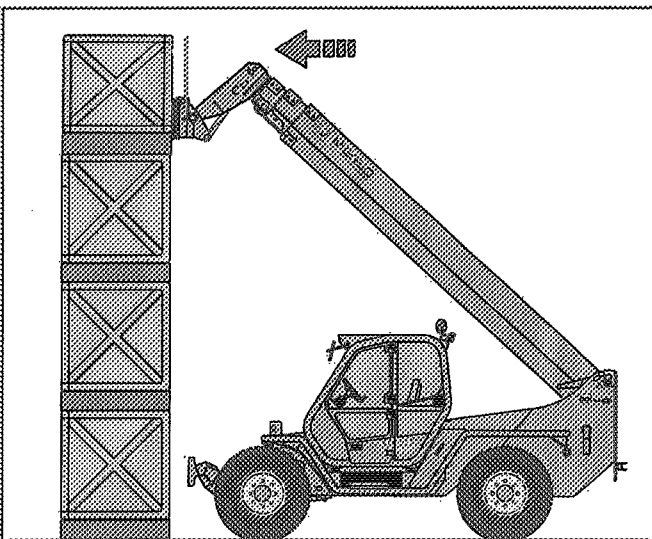
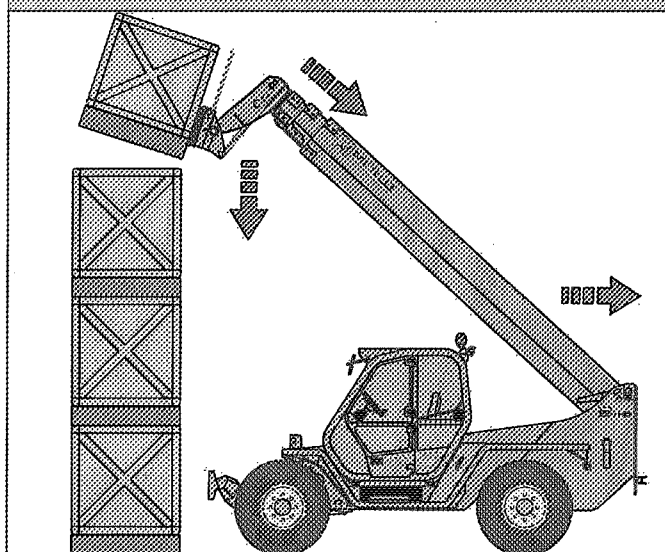

Fig.9
Fig.10
- situar las horquillas debajo de la carga, prestando atención a que entren con facilidad (Fig.9)
- poner el selector del mando del cambio (19) y el selector del sentido de marcha (20) en posición "N"
- elevar la carga unos centímetros e inclinar el bastidor porta-accesorios hacia arriba (Fig.10)